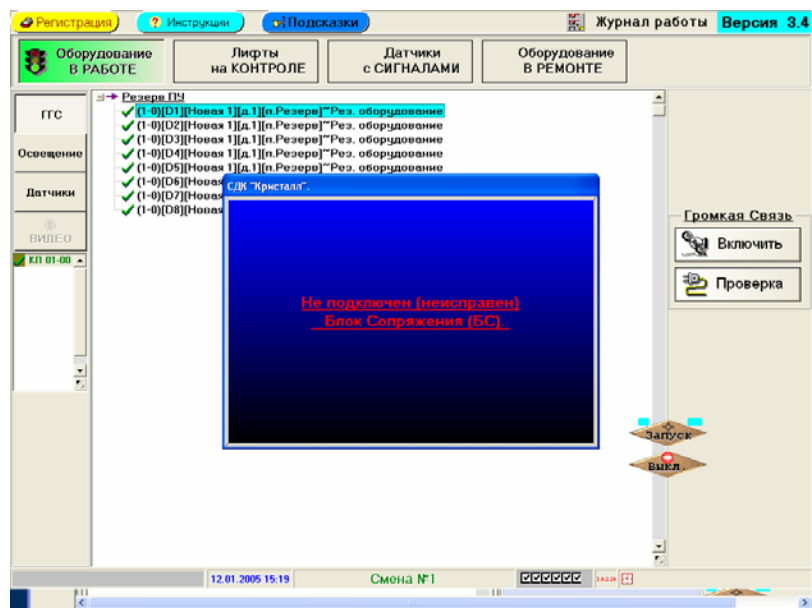

Рис.12. Сообщение о неподключенном или неисправном блоке сопряжения
- На экране монитора появилось сообщение «Не подключен блок сопряжения», представленное на рис.12.